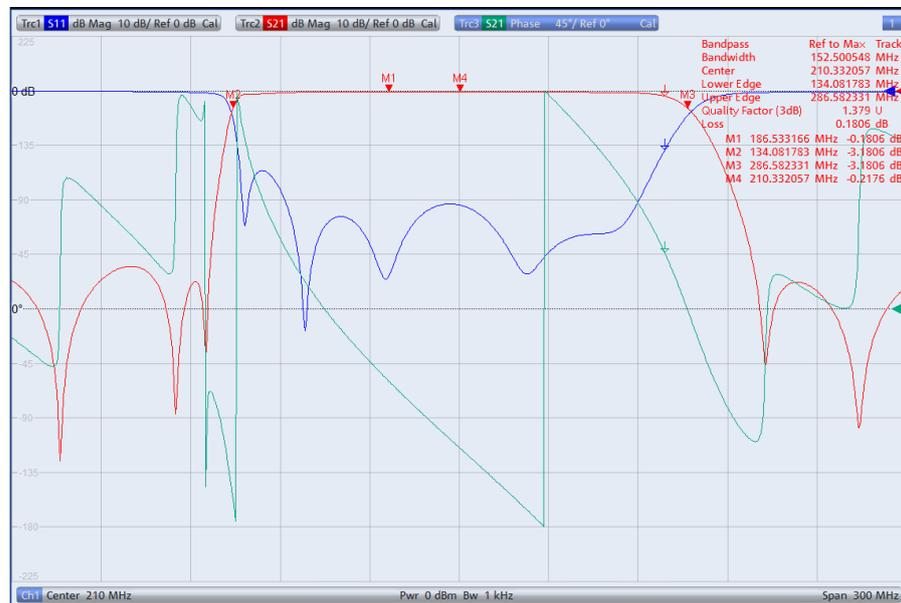

Bild 5-11: Zusätzliche Messung des Phasenganges von S21 (grüne Kurve)
- Zusätzlich zum Betrag der Transmission kann auch der Phasengang angezeigt werden (Bild 5-11). Dazu Taste *TRACE CONFIG* drücken und mit *Add Trace* einen weiteren Trace erzeugen. Taste *FORMAT* drücken und *Phase* auswählen.